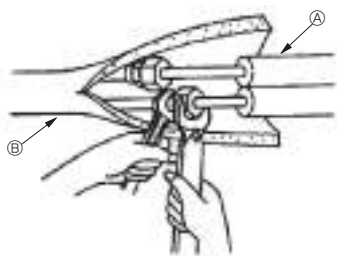

Fig. 4-4
4.4. De koelstofpijpen aansluiten (Fig. 4-4)